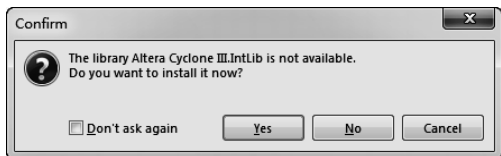

图 2-6-3 Confirm 对话框
⑤ 单击【Place EP3C5F256C7】按钮，如果该元器件符号所在元器件库尚未加载，则系统弹出询问是否加载该符号所在元器件库的 Confirm 对话框，如图 2-6-3 所示，单击【Yes】按钮加载该元器件库并将符号放置到原理图中。